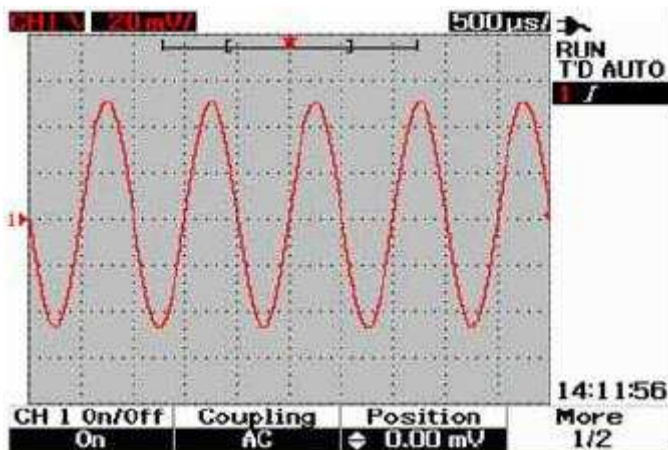

Рис. 3-3 Подстройка смещения осциллограммы по вертикали
Вы можете смещать осциллограмму по вертикали при нажатии функциональной клавиши F3. На рис. 3-3 показана установка подстройки смещения осциллограммы по вертикали.
2. При вращении поворотного переключателя  индицируется соответствующее значение напряжения под заголовком Position, как показано на рис. 3-3. Это значение напряжения характеризует смещение опорного "земляного" уровня относительно середины экрана.